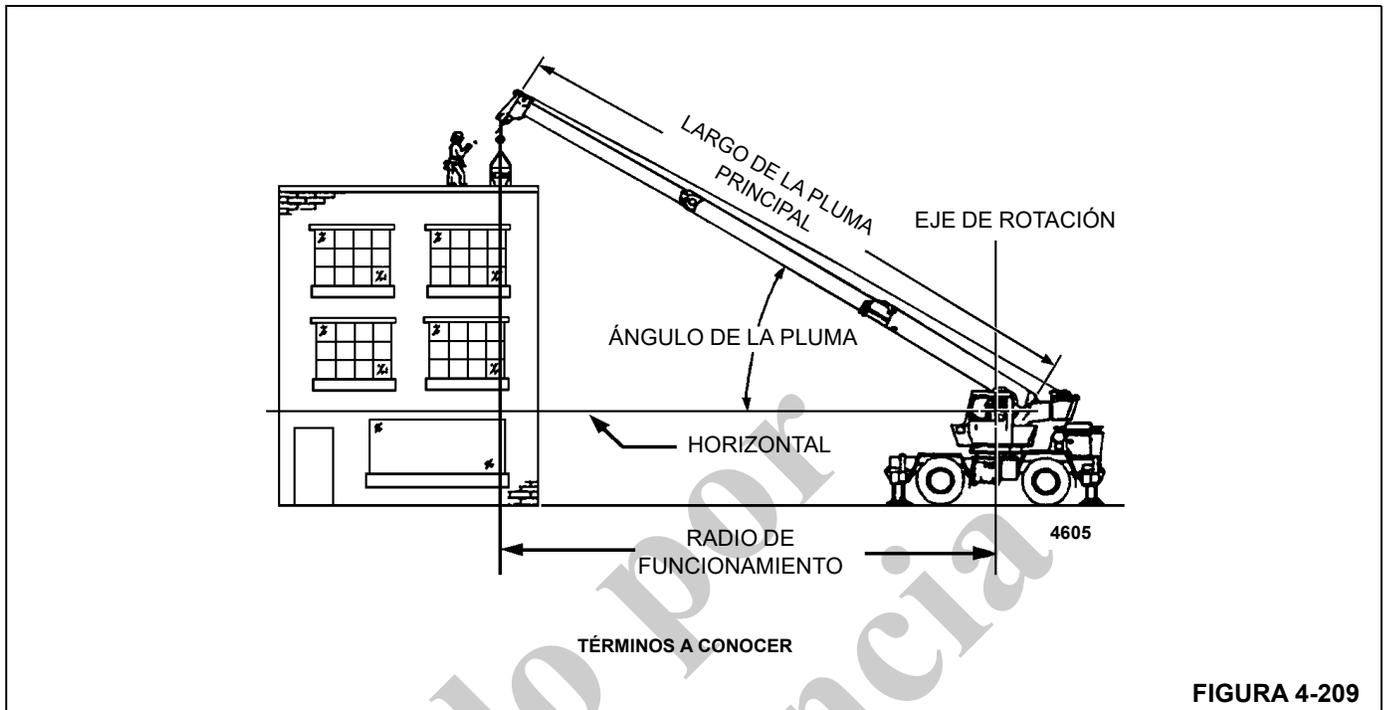

FIGURA 4-209
**NOTA:** Consulte la Figura 4-209 para la nomenclatura que debe conocerse para determinar las capacidades de elevación.